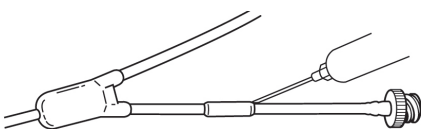

Fig. 16
7. Εγχύστε υλικό συγκόλλησης και στα δύο άκρα του καλύμματος. (Fig. 16) Σκουπίστε το πλεονάζον υλικό.